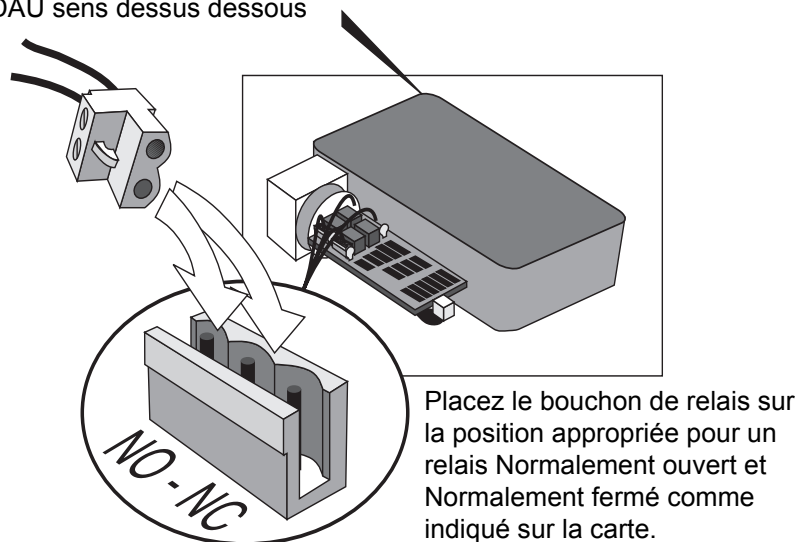

Figure 3-21. Sélection du mode de fonctionnement du relais
Quatre relais (250 VCA/5 A, charge résistive) sont disponibles en option avec la DAU indépendante. Chaque relais comporte un commutateur bidirectionnel pour sélectionner les modes normalement ouvert (NO) et normalement fermés (NF). Un connecteur de câble à deux voies en positions alternatives dans un connecteur triple est utilisé, voir la Figure 3-21.